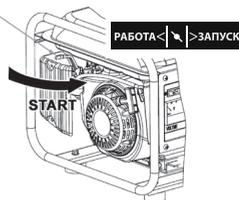

Рис. 7
3. Переведите рычаг заслонки в положение И **«Запуск»** (только при холодном двигателе) (Рис. 7).